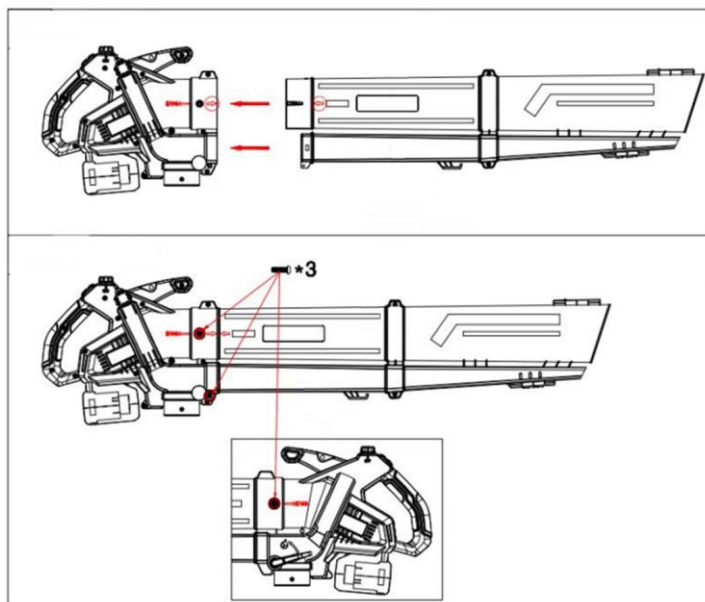

Fig. 3
- Fissare il gruppo scivolo all'alloggiamento del motore utilizzando le viti fornite. (Fig. 3 si riferisce)